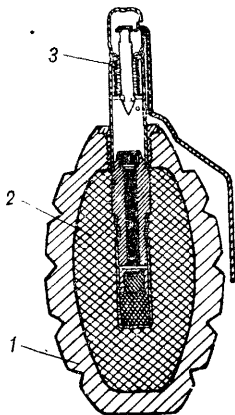

Рис. 9. Устройство ручной осколочной гранаты Ф-1:
19. Ручная осколочная граната Ф-1 (рис. 9) состоит из корпуса, разрывного заряда и запала.